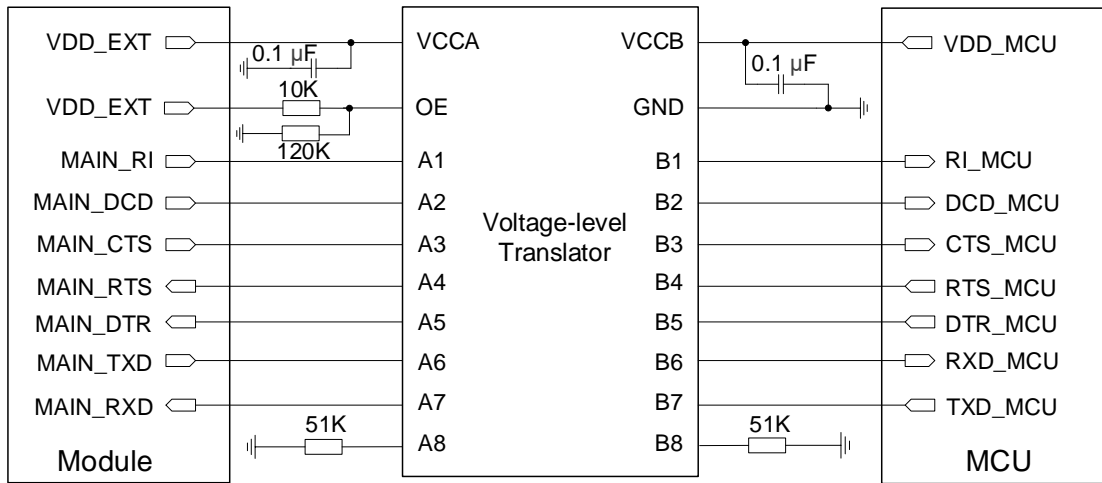
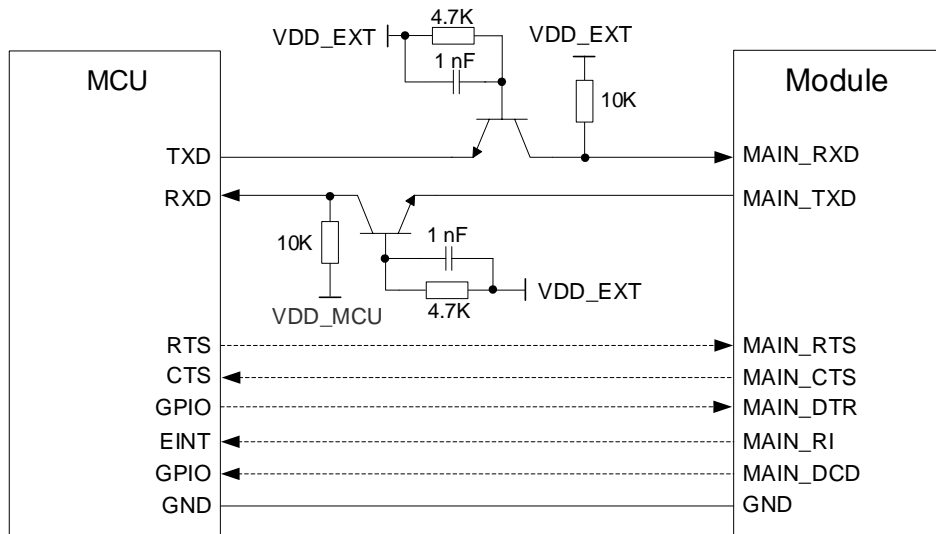

图 22: 电平转换芯片参考设计（主 UART）
图 23: 晶体管电平转换电路参考设计（主 UART）
4. 电平转换参考电路(图 22 和 图 23)以主 UART 为例，调试 UART 和辅助 UART\*的电平转换电路与主 UART 连接方式相同。